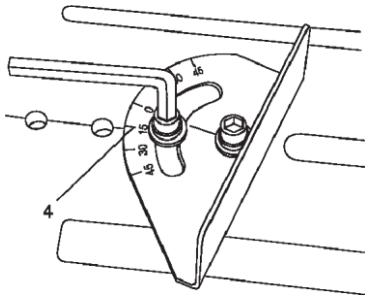

Fig 6
2. Desserrez les vis d'assemblage du guide d'onglet en les tournant dans le sens antihoraire à l'aide de la clé hexagonale de 8 mm fournie. (Figure 6)